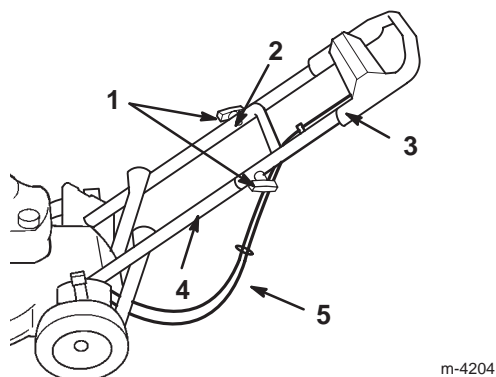

Figura 3
- Asegúrese de que los cables pasen por debajo y por detrás del manillar inferior, según muestra la Figura 3.